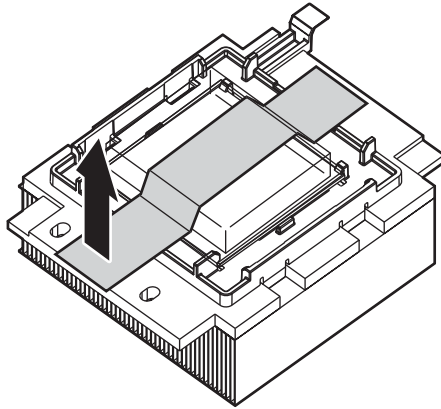

Abbildung 72 Entfernen Sie die Schutzabdeckung des Prozessors.
1. Entfernen Sie die Schutzabdeckung des Prozessors (Abbildung 72).